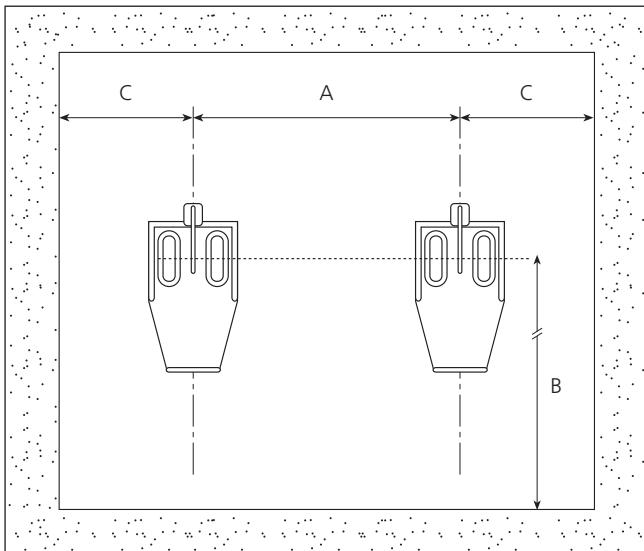
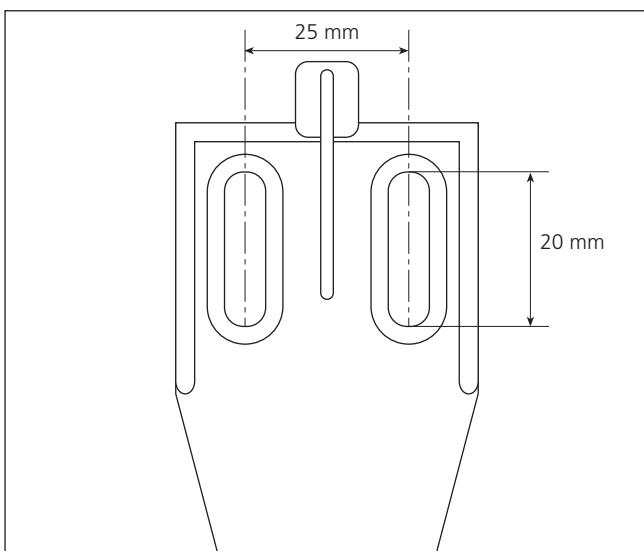

Figura 1
Figura 2: Detalle soporte parte superior
- Practicar 4 agujeros en la pared respetando las distancias que se muestran en la tabla 1, figura 1 y figura 2.